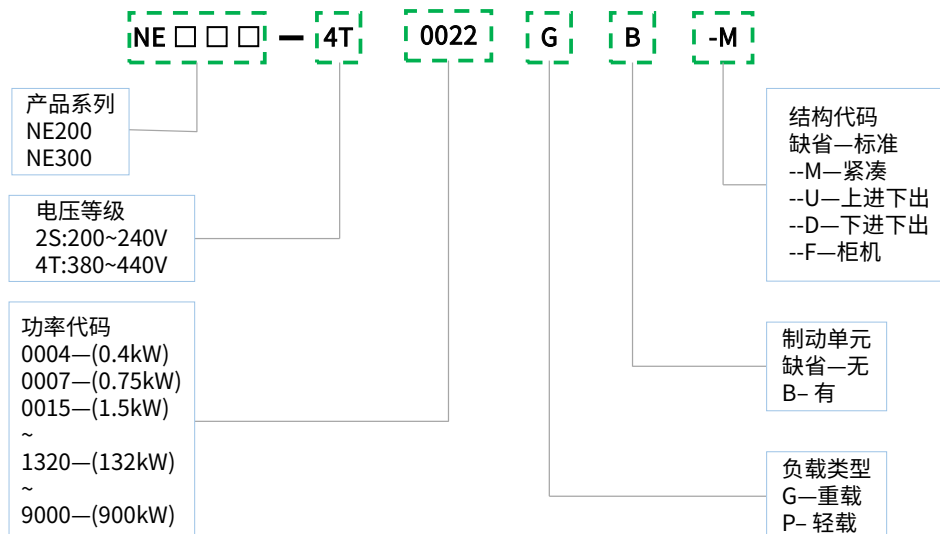

图 1-2 型号说明
■ 铭牌上用数字和字母表示变频器型号，信息包括产品系列、电源等级、功率等级及软硬件的版本等信息。请见图 1-2 型号说明。部分型号为轻/重载双功率标称,如 NE300-4T0300G/0370P